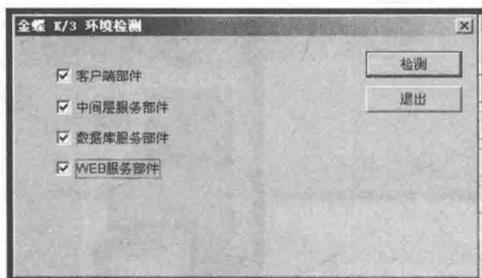

图 1-11 环境检测
(3) 选择需要安装的部件,单击“检测”按钮,如图 1-11 所示。环境检测是根据金蝶 K/3 部件来进行的,需要安装哪一个金蝶 K/3 系统部件,就选择那个选项进行环境检测。如果选择检测的部件环境与推荐系统环境有重大差别,则检测程序会给出相应提示,一般这类提示只具有提醒作用。